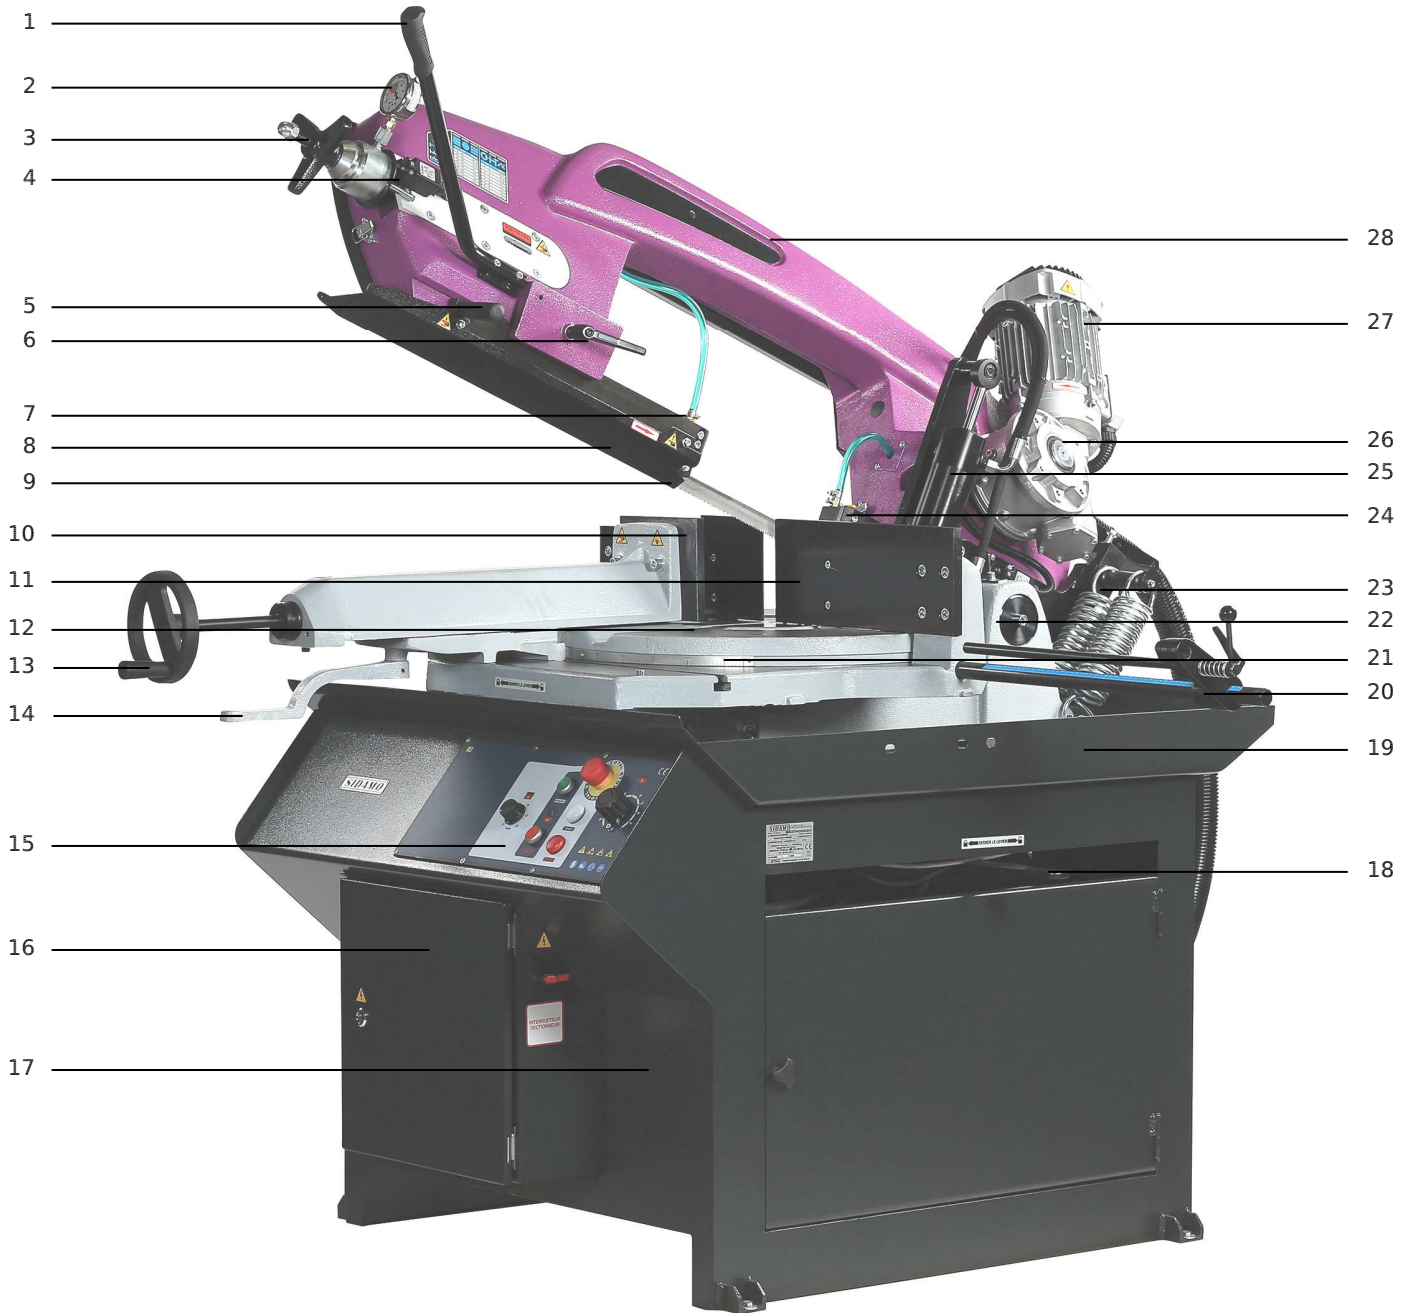

Figure 1
- Visser la poignée sur le volant d'étau (13 fig.1).
- Fixer le bras (1 fig.1) sur l'archet dans sa bonne position à l'aide des vis prévues dans l'emplacement.
- Insérer la butée de coupe (20 fig.1) dans son siège sur la base côté droit de l'étau, puis la bloquer.